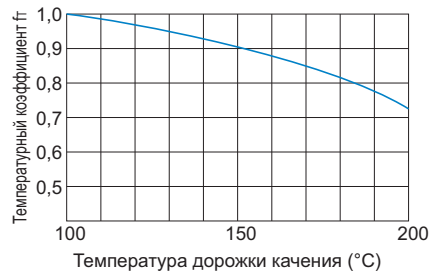

Рис.3 Температурный коэффициент (f_t)
- f_t** : температурный коэффициент (см. Рис.3 на **A5-6**)
Если температура окружающей среды, в которой эксплуатируется модель ST, превышает 100°C , то необходимо учитывать отрицательное влияние повышенной температуры и умножить значения номинальной нагрузки на температурный коэффициент, указанный на Рис.3.